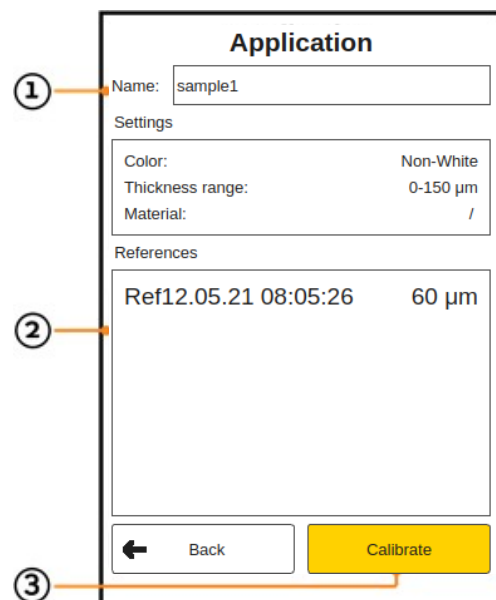

Figura 38: Menu de calibração
Depois de fazer todas as configurações do novo aplicativo, use as teclas de seta (D) para navegar até o campo "Calibração" (3) (ver Figura 38: Menu de Calibração).